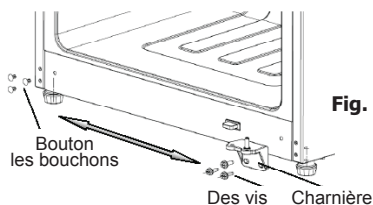

Fig. 3
4. Retirez les trois vis qui retiennent la charnière inférieure dans le bas de la caisse. Retirez les trois bouchons cache-trous du coin inférieur gauche pour les transférer dans les trous laissés à l'endroit où vous venez de retirer la charnière inférieure. Voir la Figure 3.